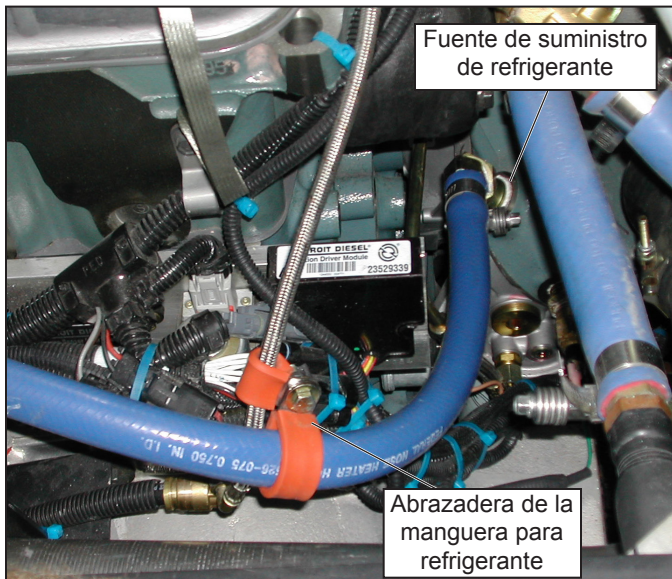

Figura 5 - Enrutamiento del refrigerante en la cubierta protectora del refrigerador del motor
20. Consulte la figura 5. En el caso de una instalación típica, la manguera de silicona se conecta al anillo de manguera de 3/4" a un adaptador 3/4" NPT 45° que en cambio conecta a un 3/4" a un adaptador 3/4" NPT 45°. El adaptador se instala en uno de los tres puertos disponibles de la cubierta protectora del refrigerador. Dependiendo del vehículo, el uso actual de los puertos de la cubierta protectora del refrigerador de aceite para el calefactor de cabina o unidad remitente de temperatura puede necesitar que se reasigne para ajustar las conexiones del refrigerante del compresor neumático. En la mayoría de las instalaciones, se requieren ambas conexiones de 45° para proporcionar espacio suficiente alrededor del motor.